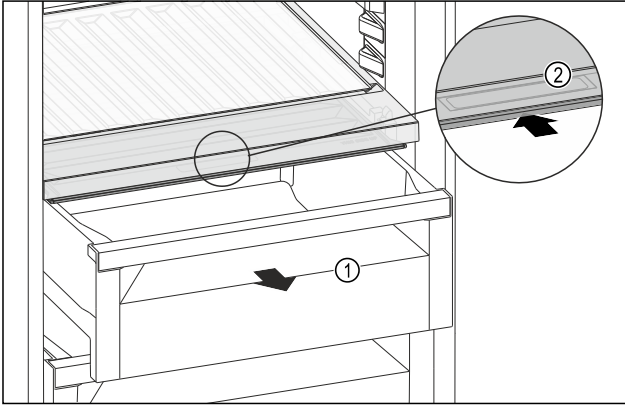

Fig. 145
- ▶ Húzza ki a fiókot Fig. 145 (1).
- ▶ Fogja meg a süllyesztett fogantyút Fig. 145 (2) a rekeszfedélen, és ezzel egy időben tolja hátra a rekeszfedelelet.